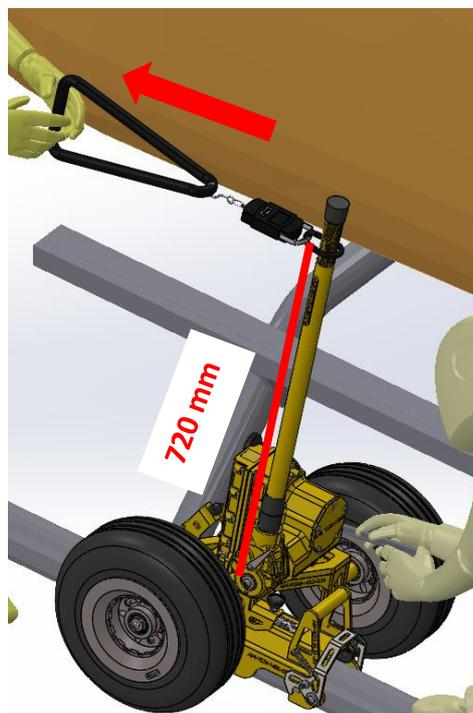

Figura 8
- i. Um operador deve travar o parafuso (1-4/21) com uma chave de boca enquanto outro operador posiciona a balança de gancho na alavanca. A posição deve ser 720 mm em relação ao centro do punho, conforme *Figura 8*. O operador deve puxar a alavanca, repetindo o movimento até que a balança registre 21 Kgf.